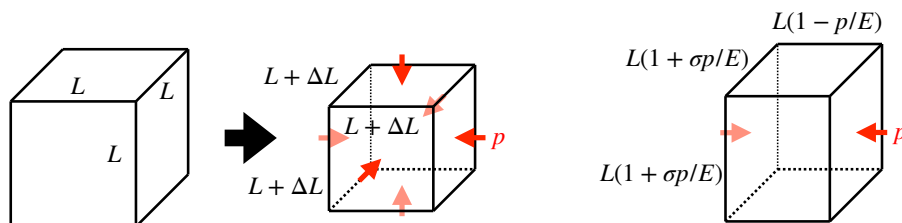

図 29: 1 辺  $L$  の立方体に圧力  $p$  をかけたときの変形。左: 全ての面に圧力をかけた場合。右: 一つの方向のみに圧力をかけた場合。
- 式 (214) の説明 ( $\sigma > 0$  の場合)：
- 一辺  $L$  の立方体の全ての面に圧力  $p$ 、各辺が  $L + \Delta L$  ( $\Delta L$  の符号は負) に変化 (図 29 左)
同様に  $z$  方向の応力による  $x$  方向のひずみは  $\delta_z = \sigma p/E$  (図 29 右)